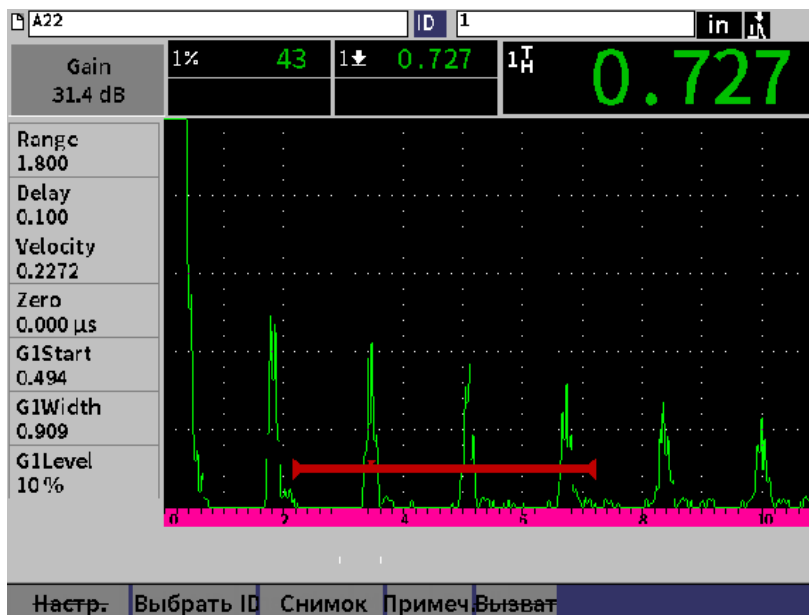

Рис. 9-6 А-скан сохраненного файла
После сохранения данных в файл можно просматривать сохраненные настройки и А-скан. А-скан и базовые параметры настройки отображаются на одном экране (см. Рис. 9-6 на стр 115), а полная информация о настройке – на другом экране (см. Рис. 9-7 на стр 116).
3. Нажмите клавишу Enter для просмотра сохраненного А-скана и основных данных настройки (см. Рис. 9-6 на стр 115).